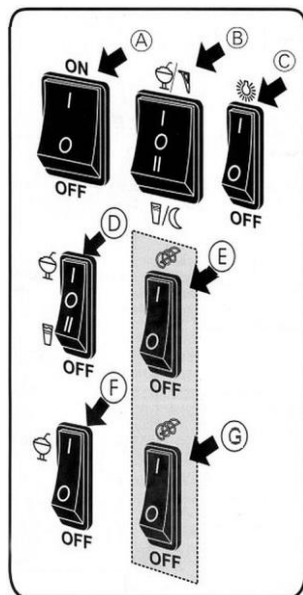

Fig. 4
2. Portare l'interruttore principale ON/OFF (A, fig. 4) nella posizione “I”.
3. Portare gli interruttori ON/OFF dell'agitatore – (E) per il serbatoio 1 e (G) per il serbatoio 2 – nella posizione “I”.
4. Portare i selettori (B), (D) e (F) nella posizione “I” per attivare la modalità di raffreddamento/congelamento.
5. Se necessario, portare il selettore dell'illuminazione a LED (C) nella posizione “I”, per illuminare i serbatoi.